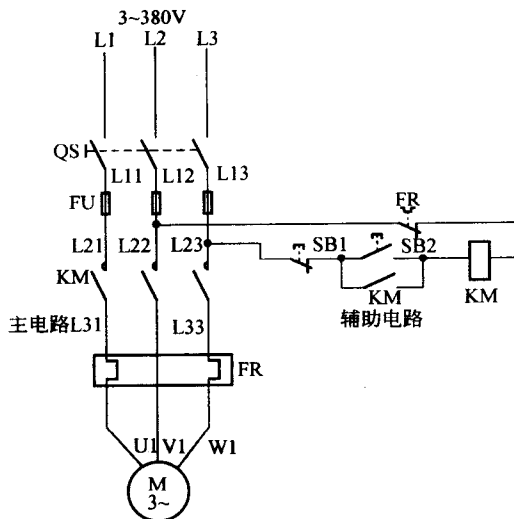

图 1-2 电动机的电气原理图
电动机的电气原理图包括主电路图和控制电路（也称辅助电路）图两大部分。主电路中通过的电流较大，主要是对电动机供电，通常用粗实线画在图纸左边或上部（图 1-2），它受控制电路的控制。
控制电路主要是对控制电器供电，它是控制主电路动作的电路，一般用细实线画在图纸右边或下部（图 1-2）。
（1）看主电路的步骤：①看主电路中电动机的起动方式有无正反转、调速和制动等要求；②看主电路中电动机是用什么电器控制的（图 1-2 中电动机用一接触器 KM 控制）；③看主电路中还有什么电器，这些电器起什么作用。通常，主电路中除了电动机和控制电器之外，还有电源开关、熔断器、热继电器等。图 1-2 中 QS 是电动机的电源开关，用以控制电源；FU 是熔断器，作为电动机的短路保护装置；FR 是热继电器，作为电动机的过载保护装置；④看电源。要了解主电路的电源电压是 380 V 还是 220 V。
(2) 看控制电路的步骤：①看电源。首先要看清电源是交流电源还是直流电源，其次要看清电源是从何处接来，电压有多大。通常，从主电路的两根相线上接来的电源，其线电压为 380 V；从主电路的一根相线和一根地线上接来的电源，其相电压为 220 V。此外，从变压器上接来的电源，其电压有 127 V、36 V、24 V 或 6.3 V 等几种。在图 1-2 中，控制电路的电源线从主电路的两根相线上接来，其电压为 380 V；②根据控制电路的回路研究主电路的动作情况。在一般电路图中，整个控制电路构成一条大回路，大回路又分为几条独立的小回路，每一条小回路控制一个用电设备或一个电器的一个动作。在图 1-2 中，控制电路只有一条回路。按下起动按钮，接通原来断开的电路，电流进入接触器的线圈 KM，主电路中的主触头闭合，于是电动机接入电源而运转。按下停止按钮，电路断开，KM 断电，接触器释放，主触头断开，于是电动机被切断电源而停止运转。这就是开关（或按钮）→接触器（或继电器）